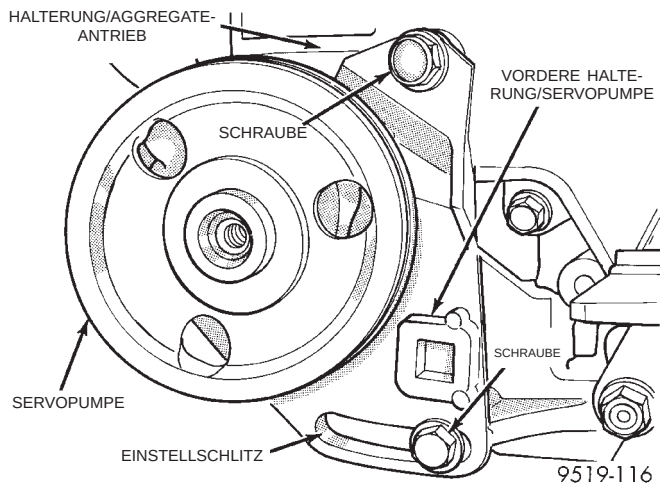

**Abb. 39 Befestigung der vorderen Servopumpenhalterung an der Aluminiumhalterung**
(10) Die Schraube am Einstellschlitz (Abb. 39) lösen, mit der die vordere Servopumpenhalterung an der Aluminiumhalterung (Aggregateantrieb) am Motor befestigt ist. Dann die Schraube (Abb. 39) lösen, mit der die Oberseite der vorderen Servopumpenhalterung an der Aluminiumhalterung befestigt ist.
(1) Servopumpe, Ölzufuhrschlauch und vordere Halterung zusammen im Fahrzeug einbauen (in umgekehrter Reihenfolge wie beim Ausbau). **Sicherstellen, daß der Ölzufuhrschlauch beim Einbau der Servopumpe korrekt nach oben zum Ölbehälter verlegt wird.**
(2) Servopumpe und vordere Halterung an der Aluminiumhalterung (Aggregateantrieb) am Motor anbauen (Abb. 39). Die Schraube am Einstellschlitz (Abb. 39) locker eindrehen, mit der die vordere Servopumpenhalterung an der Aluminiumhalterung (Aggregateantrieb) befestigt wird.